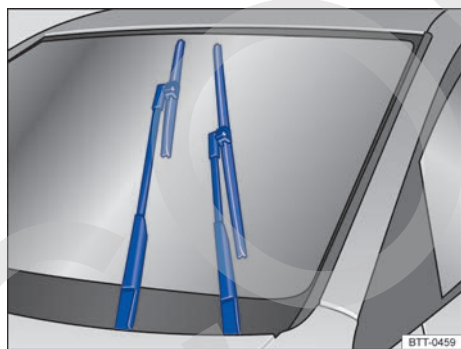

Fig. 113 Limpiavidrios en posición de servicio.
- Presione la palanca del limpiavidrios brevemente hacia abajo → fig. 113④.
En la posición de servicio se pueden levantar los brazos portaescobillas del parabrisas → fig. 113. Para poner el limpiavidrios en posición de servicio, proceda de la siguiente manera: